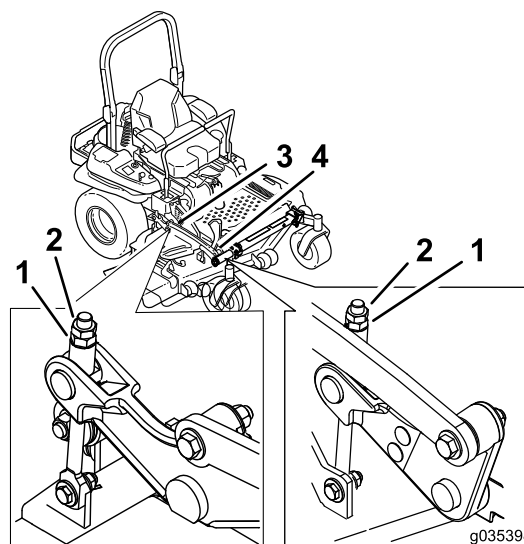

Figure 97
10. Ajustez précisément le serrage de l'écrou de réglage sur l'ensemble de levage du plateau avant (Figure 97).
16. Ajustez précisément la vis de réglage en la tournant de manière à obtenir une hauteur de 83 mm (**Figure 97**).